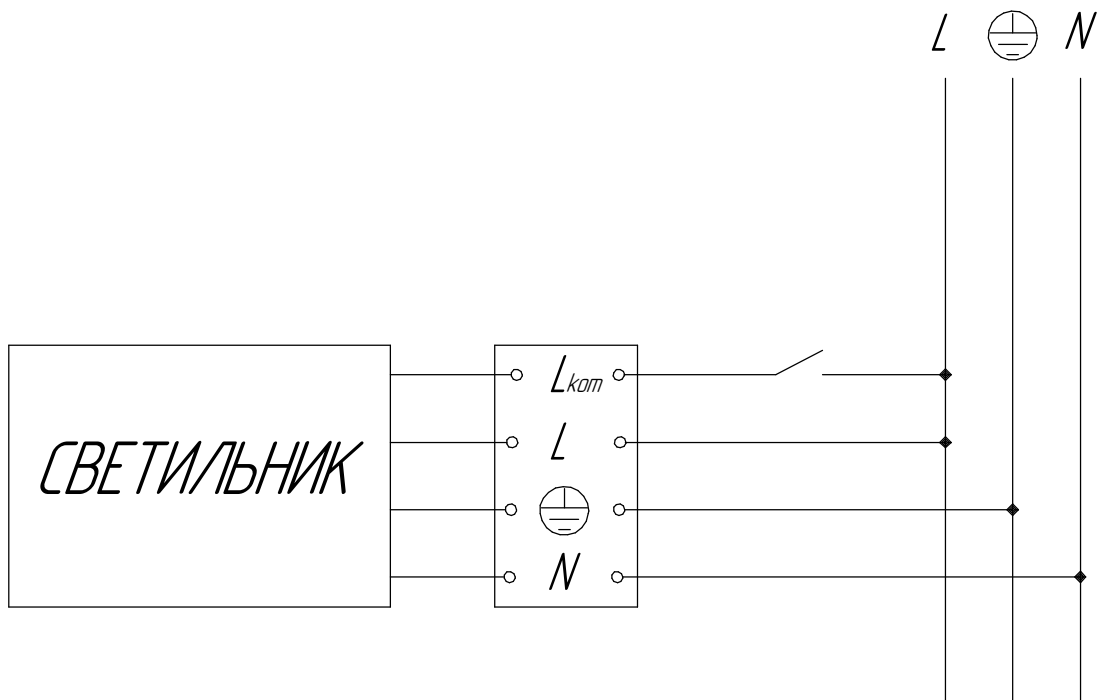

Рисунок 3 - Схема подключения светильника с БАП к сети.
- 3) Подключить, выходящий из светильника кабель к сети согласно схеме (рис. 3).